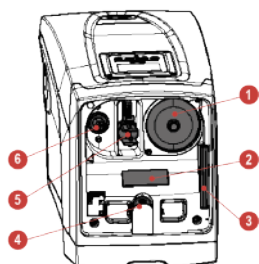

Fig. 3
- Teknikutrymmet ger åtkomst till följande (se Fig. 3):
Det ingår inte i det inbyggda expansionskärlets funktioner att säkerställa en vattenreserv som minskar systemets ingrepp (som efterfrågas av förbrukaren och inte p.g.a. ett läckage i systemet). Det går att utrusta systemet med ett expansionskärl med önskad volym och ansluta det i en punkt på systemets trycksida (inte sugsidan). I samband med horisontell installation kan anslutningen ske till det uttoppsmunstycke som inte används. Vid valet av kärl ska du tänka på att den avgivna vattenvolymen även är beroende av parametrarna SP och RP som kan ställas in för systemet (kap. 8 och 9). Expansionskärlet är förladdat med tryckluft genom ventilen som går att komma åt via teknikutrymmet (Fig. 3, punkt 1). Förladdningsvärdet från fabriken är i överensstämmelse med de inställda standardparametrarna SP och RP och uppfyller oavsett följande villkor: